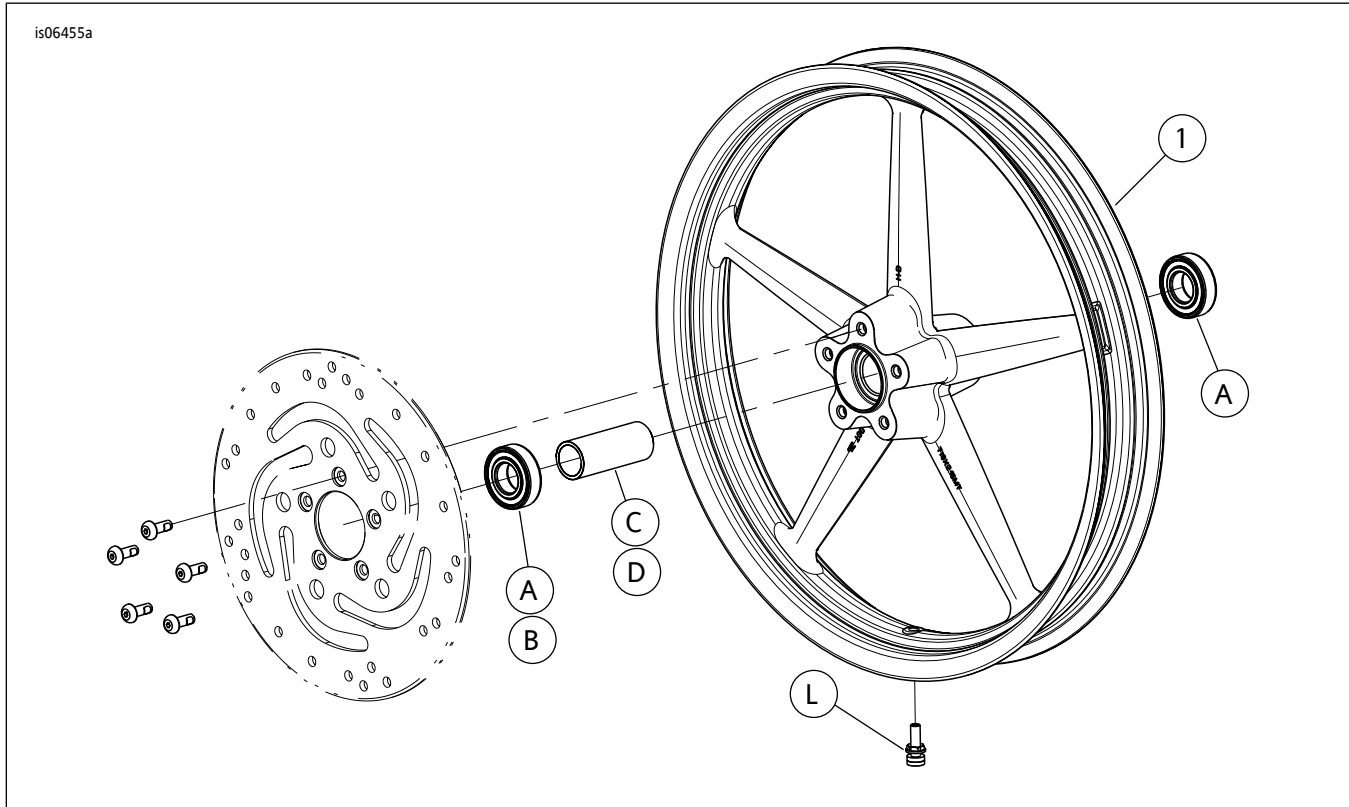

图2。维修零件：Rocker前轮
2. 参见图2。在车轮上安装阀杆组件(L)。参阅维修手册中的“轮胎”部分。